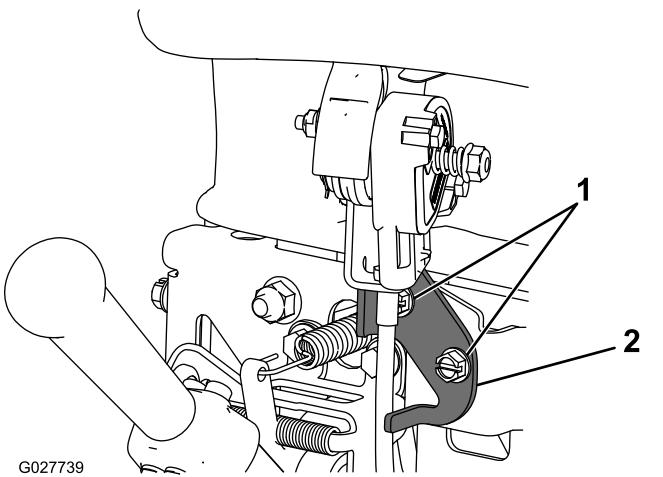

Figura 28
- Allentate i 2 dispositivi di fissaggio che fissano il comando dell'acceleratore (Figura 28).